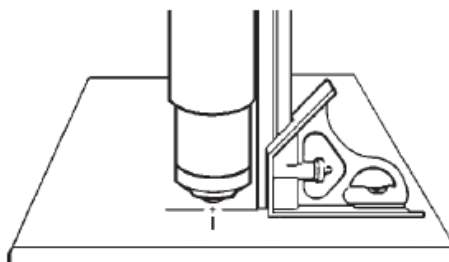

Рис.5 Корректировка расстояния между рукавом и заготовкой
- Установите плазмотрон перпендикулярно относительно разрезаемого изделия как на рис.5